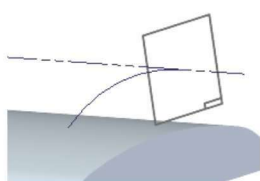
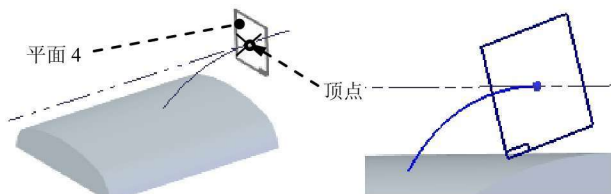

图 2.6 平面 4
图 2.7 平面 4 的创建
Step4. 创建图 2.6 所示的平面 4。在 **平面** 区域中单击 按钮，选择 垂直于曲线选项，在绘图区域选取草图 1 为参考，在图 2.7 所示的顶点处单击，完成平面 4 的创作。